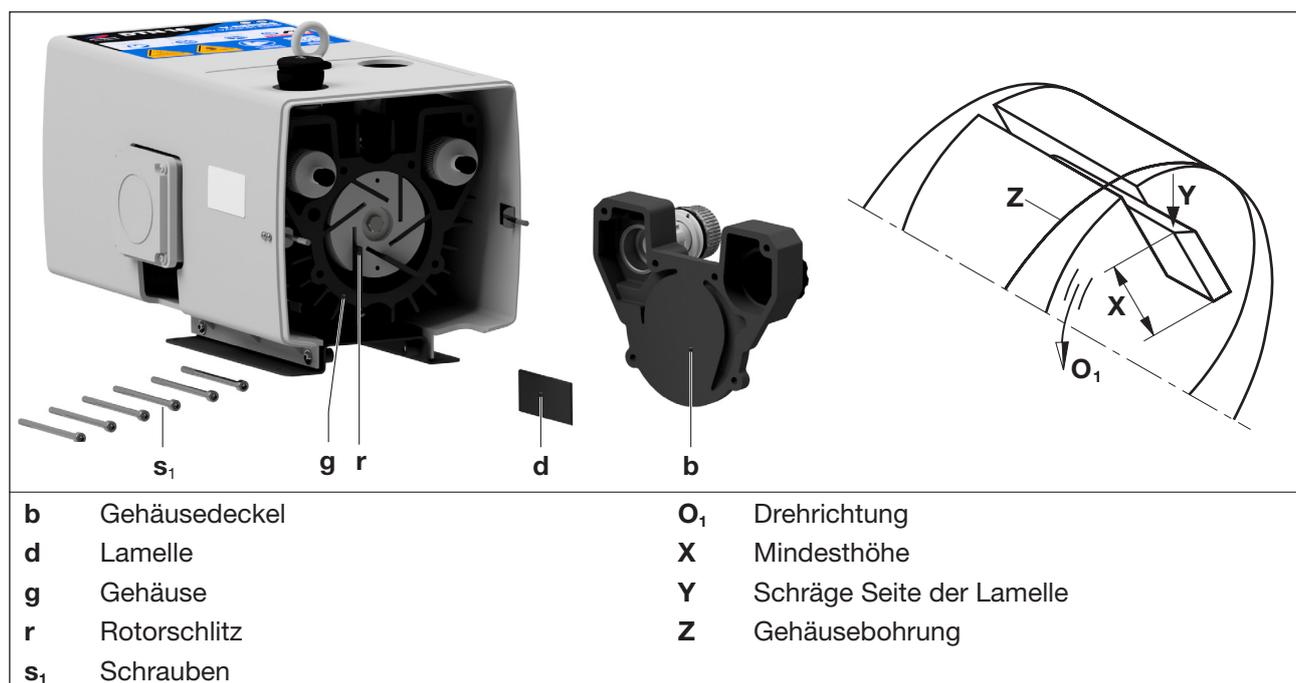

Abb. 5 Lamellenwechsel
- c) Sechs Schrauben (Abb. 5/s₁) am Gehäusedeckel (Abb. 5/b) lösen und den Gehäusedeckel entfernen.
- d) Alle Lamellen (Abb. 5/d) zur Überprüfung herausnehmen.
Die Lamellen müssen folgende Mindesthöhe (Abb. 5/X) haben:
- g) Das Gehäuse (Abb. 5/g) und die Rotorschlitze (Abb. 5/r) ausblasen.
- h) Alle Lamellen (Abb. 5/d) in die Rotorschlitze (Abb. 5/r) einlegen. Beim Einlegen ist darauf zu achten, dass die Lamellen mit der schrägen Seite (Abb. 5/Y) nach außen zeigen und in Drehrichtung (Abb. 5/O₁) mit dem Verlauf der Gehäusebohrung (Abb. 5/Z) übereinstimmen.
- i) Den Gehäusedeckel (Abb. 5/b) mit den sechs Schrauben (Abb. 5/s₁) montieren.